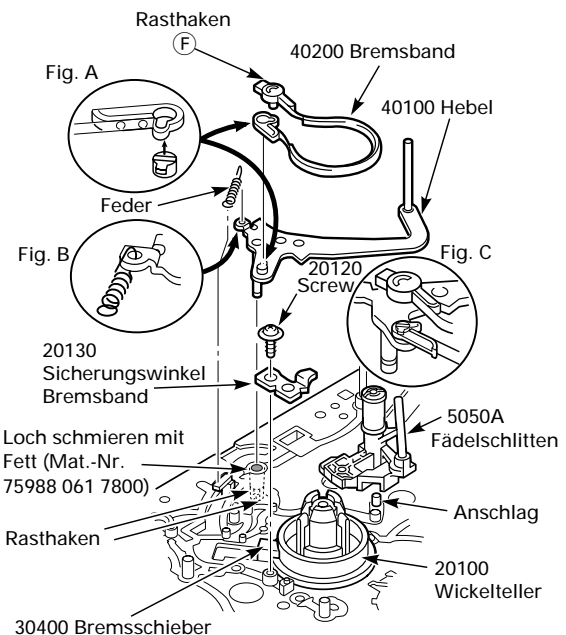

Fig. 8.15
- Schraube (Pos. 20120) herausdrehen und Sicherungswinkel des Bremsbandes (Pos. 20130) entfernen (Fig. 8.15).
- Rasthaken (F) lösen und das Bremsband (Pos. 40200) abnehmen (Fig. 8.15). Dann das andere Ende des Bremsbandes (Pos. 40200) nach dem vorspringenden Teil des Hebels wie in Fig. A dargestellt ausrichten und abnehmen (Fig. 8.15).
- Nach dem Einbau überprüfen, ob die Enden des Bremsbandes (Pos. 40200) wie in Fig. C dargestellt positioniert sind (Fig. 8.15).
- Rasthaken Ⓔ lösen und das Bremsband (Pos. 40200) an diesem Ende abnehmen (Fig. 8.15).